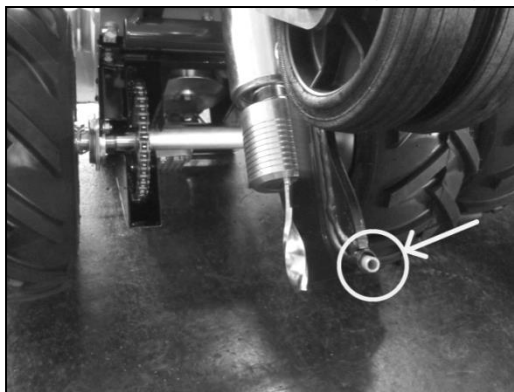

Fig. 2
- Controllare l'integrità del foro di uscita del cavo perimetrale dalla pinna di interrimento (Fig. 2). Controllare in particolare l'integrità del tubo flessibile all'interno della pinna. Nel caso di presenza di danni, occorre sostituirlo. Controllare inoltre che non ci siano tagli lungo tutto il contorno del foro della pinna e che lo stesso non presenti un bordo affilato o frastagliato. In presenza di danni occorre sostituire la pinna.